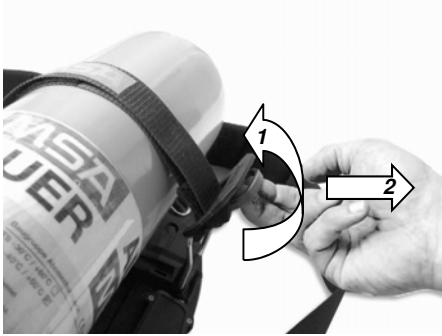

Fig. 19 Reajustar la longitud de la cinta en la hebilla
- (9) Comprobar que la botella de aire comprimido está bien sujeta, volver a fijarla en caso necesario.
- (10) Girar con cuidado la hebilla de sujeción de las botellas (4) por completo hacia abajo más allá del centro hasta que enganche.
- (11) Si el empuje/tensión son demasiado altos al girar la hebilla de sujeción de las botellas, reajustar la longitud de la cinta en la hebilla de sujeción de las botellas. Si la tensión de la cinta es demasiado baja, reajustar la longitud de la cinta en la hebilla de sujeción de las botellas (→ Fig. 19).
- (9) Comprobar que la botella de aire comprimido esté bien sujeta, volver a fijarla en caso necesario.
- (12) Sujetar el extremo de la cinta de retención de las botellas con la tira de Velcro.
- (13) Abrir brevemente el grifo de la botella y comprobar que no haya escapes de aire; volver a reajustarlo en caso necesario.
- (2) Poner el separador de botellas (1) en posición vertical hasta quedar enganchado.
- (3) Si no existe una pieza en T conectada al reductor de presión (12), inspeccionar las juntas del reductor de presión y de la pieza en T y enroscar ligeramente la pieza en T.
- (4) Abrir la hebilla de sujeción de las botellas de la cinta de retención de las botellas para eliminar la tensión extendiendo por completo la cinta tirando de la pequeña barra de la hebilla de sujeción de las botellas (→ Fig. 19).
- (5) Introducir una botella de aire comprimido a través de la cinta de retención de las botellas de forma que el grifo de la botella apunte hacia la pieza en T y se apoye sobre uno de los soportes exteriores.
- (6) Enroscar ligeramente el grifo de la botella sobre la pieza en T.
- (7) Introducir una segunda botella de aire comprimido a través de la cinta de retención de las botellas de forma que el grifo de la botella apunte hacia la pieza en T y se apoye sobre el soporte exterior.
- (8) Enroscar ligeramente el grifo de la segunda botella sobre la pieza en T.
- (12) Girar hacia abajo la hebilla de sujeción de las botellas hasta que enganche.
- (13) Si el empuje/tensión son demasiado altos al girar la hebilla de sujeción de las botellas, reajustar la longitud de la cinta en la hebilla de sujeción de las botellas. Si la tensión de la cinta es demasiado baja, reajustar la longitud de la cinta en la hebilla de sujeción de las botellas (→ Fig. 19).